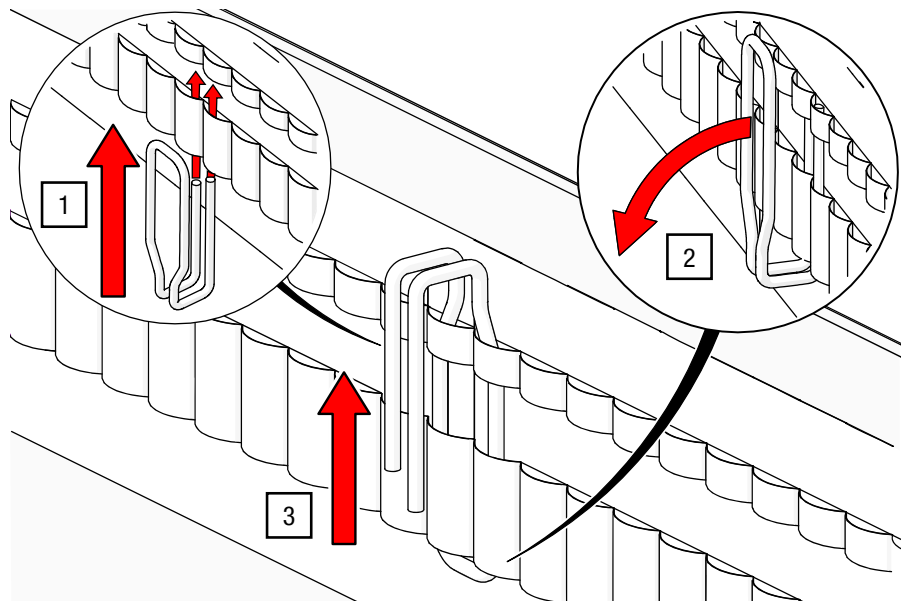

Abb. 100: Vorhanghaken – In Faltenband einfügen (Theater und Interior)
1. Stecken Sie die beiden Enden des Stoffhakens jeweils in eine Schlaufe des Faltenbandes (siehe Abb. 100).
2. Schieben Sie den Stoffhaken mit den Enden durch den Vorhang und rotieren Sie ihn um 180° (siehe Abb. 100).
3. Ziehen Sie den Stoffhaken nach oben in Position (siehe Abb. 100).